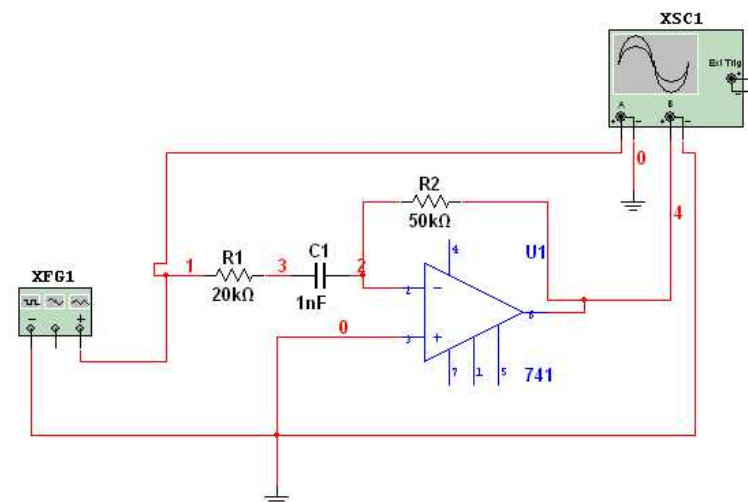

Рис. 46. Схема дифференциатора на ОУ.
13. Повторить исследования для схемы, изображенной на рис.46 и 47 самостоятельно выбрав настройки функционального генератора.